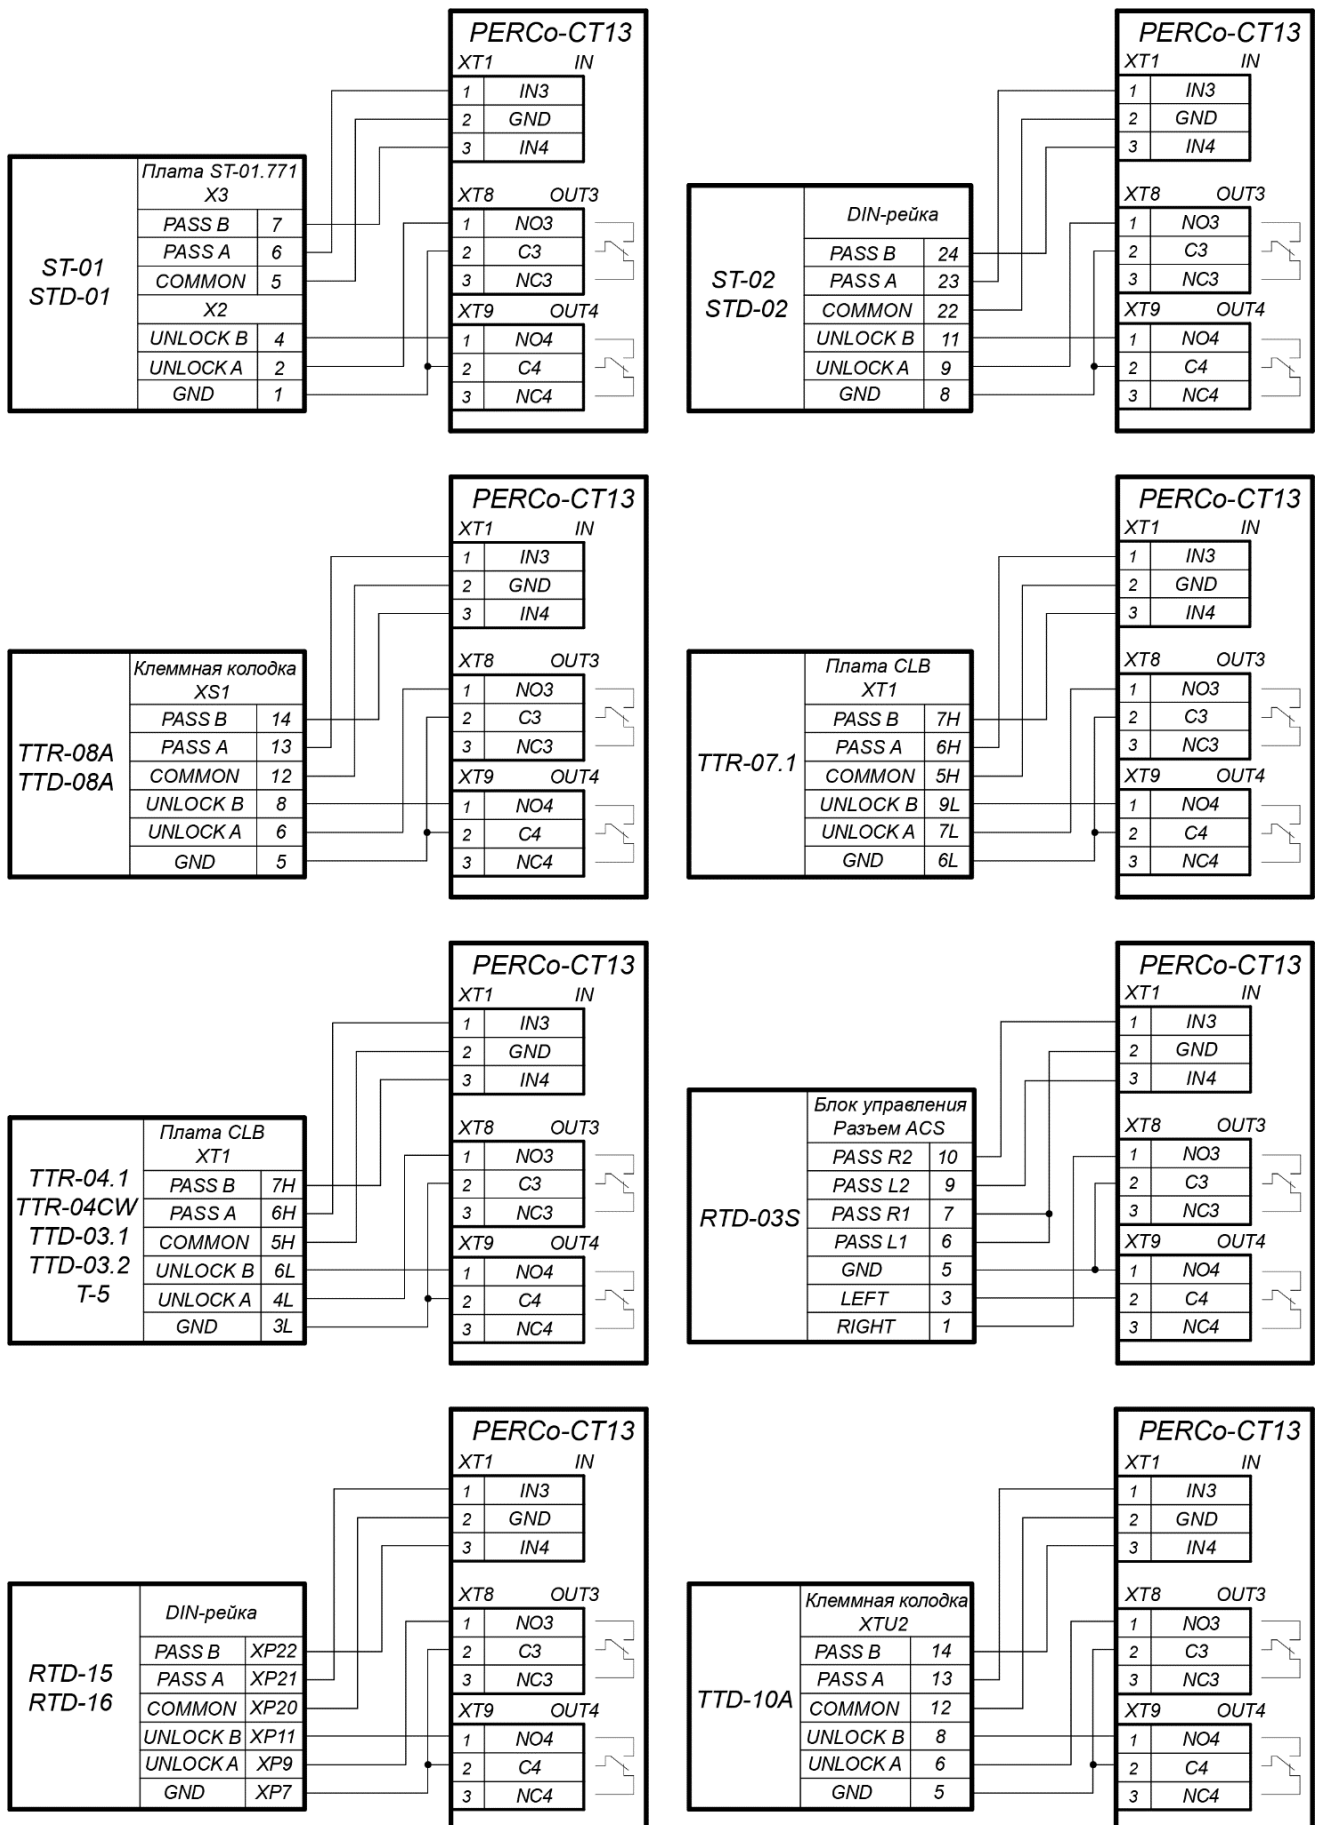

Рисунок 18. Схемы подключений турникетов в варианте конфигурации «Управление турникетом»
2. Дополнительный турникет или калитка (ИУ №2) подключается к клеммным колодкам **XT1, XT8, XT9** нижней платы контроллера в соответствии со схемой для данного типа изделия (см. рис. 18, 17).